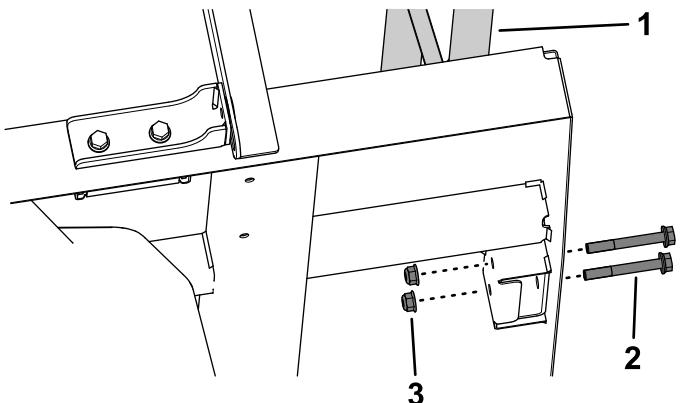

図 7
2. 図 7 のように、前パイプパネルを延長荷台に取り付けるフランジヘッドボルト 5/16 x 4-1/2" 4 本とフランジヘッドボルトルックナット 5/16" 2 個を使用する。